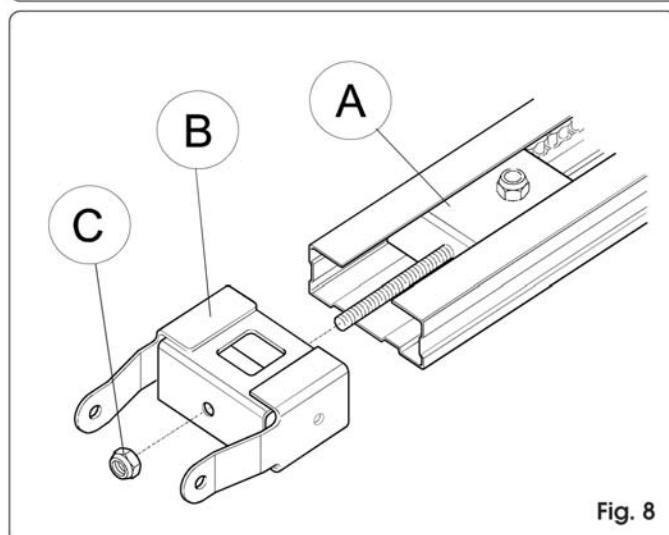

Fig. 8
- 2) Déplacer le groupe de renvoi (fig. 8 réf. A) le long du rail jusqu'à ce qu'il se trouve près de l'extrémité avant.
- 3) Assembler l'attache avant (fig. 8 réf. B) au groupe de renvoi (fig. 8 réf. A).
- 4) Tendre légèrement la chaîne en vissant l'écrou (fig. 8 réf. C).